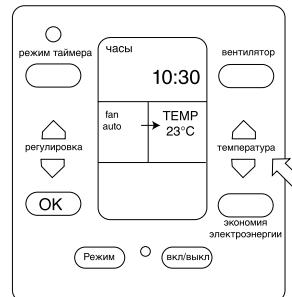

Рис.10. Установка температура на 23 °C
- Нажать кнопку “Temperature adjust” (регулирование температуры), после чего будет отображена установленная температура (обычно на жидкокристаллическом дисплее отображается температура помещения, смотри Рис.10).